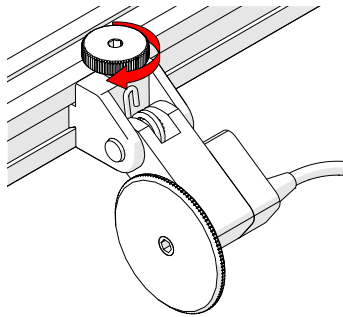

Fig. 37 - Tighten knob
2. Tighten the encoder knob (Fig. 37).